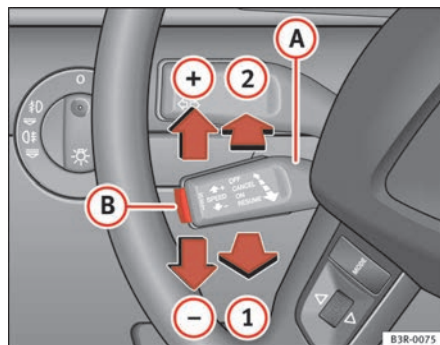

Abb. 143 Bedienungselemente der Geschwindigkeitsregelanlage
- Ziehen Sie den Hebel (A) in Position ⇒ Abb. 143 (1), um die Anlage einzuschalten.
- Drücken Sie kurz auf die Drucktaste (B).
- Drücken Sie den Hebel (A) nach oben in Richtung ⇒ Abb. 143 (+).
- Drücken Sie den Hebel (A) nach unten in Richtung ⇒ Abb. 143 (-).
- Durch kurzes Drücken des Hebels (A) nach oben in Richtung ⇒ Abb. 143 (+) wird die gewünschte Geschwindigkeit um etwa 2 km/h erhöht.
- Durch kurzes Drücken des Hebels (A) nach unten in Richtung ⇒ Abb. 143 (-) wird die gewünschte Geschwindigkeit um etwa 2 km/h verringert.
folgt speichern: Fahren Sie mit der gewünschten Geschwindigkeit und drücken Sie dann kurz die Drucktaste ⇒ Seite 178, Abb. 143 (B) (SET).
- Drücken Sie den Hebel (A) ⇒ Seite 178, Abb. 143 in Position (2) (gerastet).